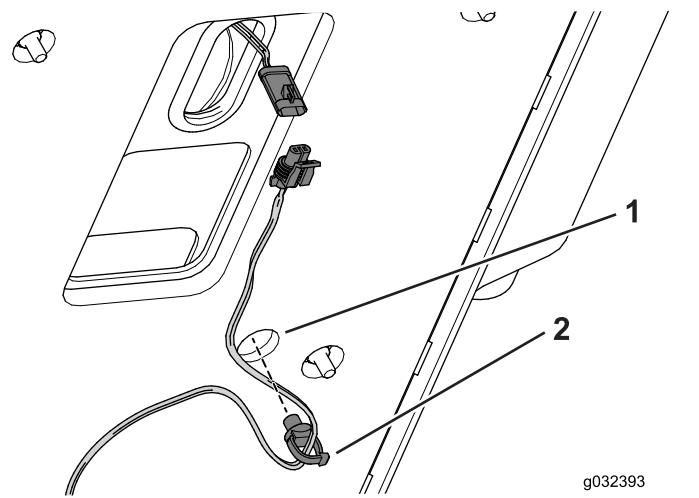

Figura 7
- 6. Instale el clip con brida en la parte inferior de la chapa del asiento (**Figura 7**).
- 7. Conecte el interruptor del asiento al arnés de cables (**Figura 7**).